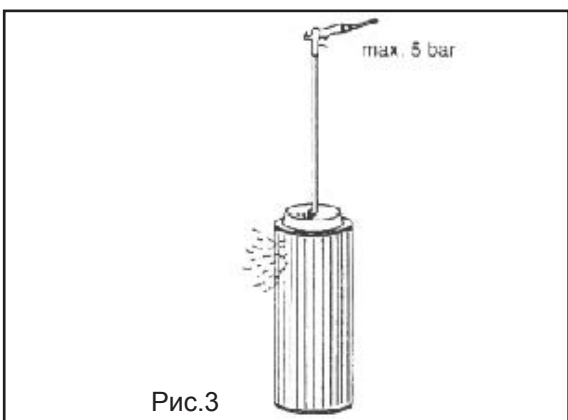

Рис.3
3. Для продувки элемента фильтра используйте пневмопистолет с угловой насадкой 900. Насадка должна быть достаточной длины, чтобы достать до самого низа элемента фильтра. Продуйте фильтр сухим сжатым воздухом (макс.5 бар), перемещая насадку вверх и вниз внутри фильтра до прекращения выделения пыли (рис.3)